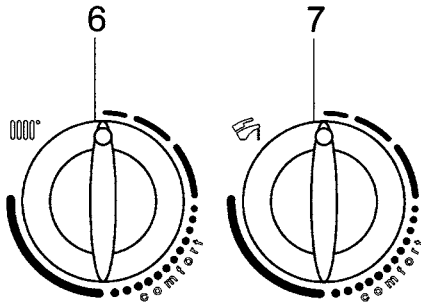

Fig. 22A
- 1) Turn the control knob 6 (figure 26) fully anti-clockwise to it minimum value as shown in figure 22A.
- 1) tourner le bouton 6 (figure 26) dans le sens inverse des aiguilles d’une montre et les mettre sur la valeur minimum comme le montre la figure 22A;
4.1) If there is no manual exit as described in point 4, after 5 minutes approx the “view parameters” function will be interrupted automatically. When automatic exit is tripped, the letter “d” will be displayed, alternating with the boiler flow temperature value. The display remains in this state until such time as the position of the knob 6 (figure 22A) is changed, or until the boiler is disconnected from the power supply.
4.1) Si la sortie manuelle décrite au point 4 n’est pas effectuée, la fonction “affichage paramètres” est interrompue automatiquement au bout de 5 minutes. Lorsque la sortie automatique a lieu, l’afficheur visualise la lettre “d” en alternance avec la valeur de la température d’amenée. Ce message reste affiché jusqu’à ce que l’on déplace la manette 6 (figure 22A) ou si l’on coupe l’alimentation électrique de la chaudière.